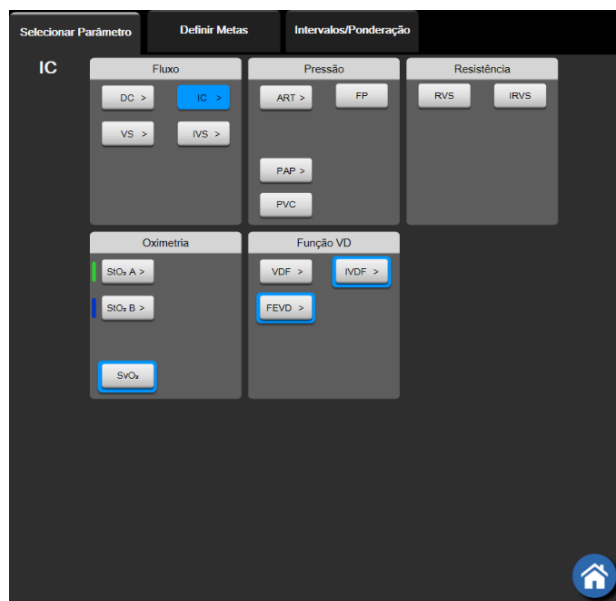

Figura 5-4 Exemplo de menu de configuração de bloco de seleção de parâmetro-chave
- 2 O menu de configuração do bloco selecionado realçado com cor, e os demais parâmetros que estiverem sendo exibidos circulado com uma linha colorida. Os parâmetros disponíveis aparecem na tela sem realce. A figura 5-4 mostra a guia de seleção de parâmetros do menu de configuração do bloco que aparecerá ao selecionar parâmetros contínuos e ao monitorar com o módulo HemoSphere Swan-Ganz. A aparência dessa janela durante o monitoramento com outros módulos HemoSphere ou os cabos variam do que é mostrado na figura 5-4. Os parâmetros são organizados em categorias. As categorias disponíveis são baseadas no modo de monitoramento atual. As categorias, listadas abaixo, são agrupadas no menu de configuração de seleção de parâmetros. Consulte a figura 5-4.